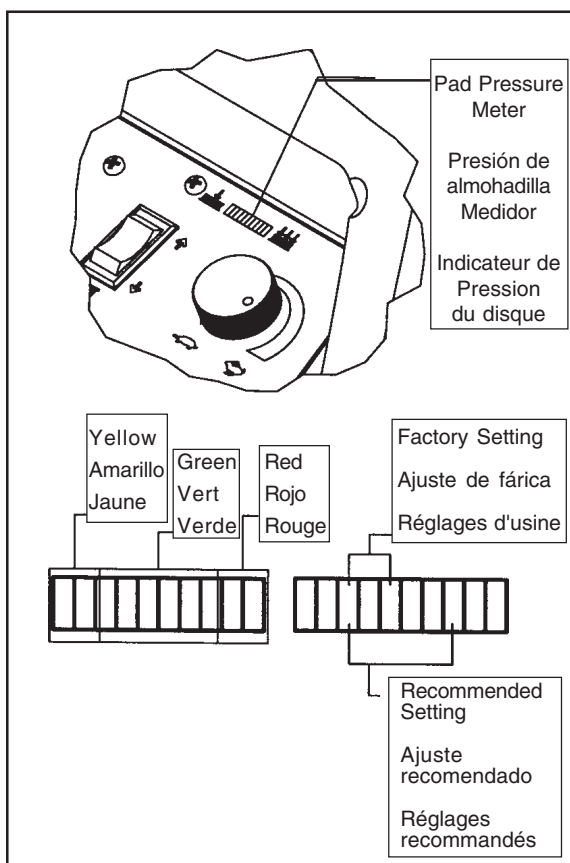

Figure 8
1. **Pad Pressure Meter** - "10 Bar" LED, (2) Yellow, (6) Green and (2) Red. This is located on the upper right side of the control panel. See figure 8.
1. **un indicateur de pression du disque** - voyant DEL « 10 bars », (2) Jaune, (6) Vert et (2) Rouge. Celui-ci est situé sur le côté supérieur droit du panneau de commandes. Cf. figure 8.